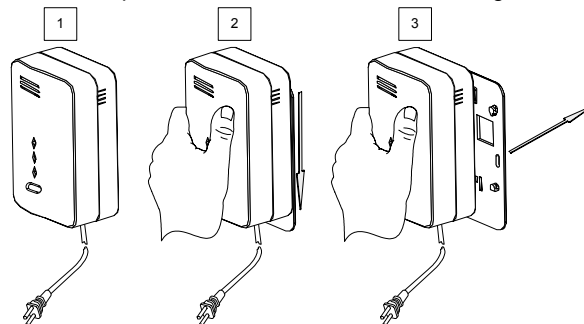

Fig. 1
1. Remova o suporte da unidade de acordo com a Fig. 1.